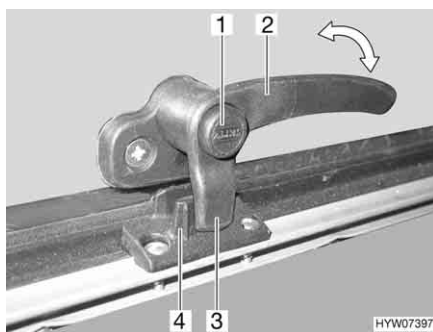
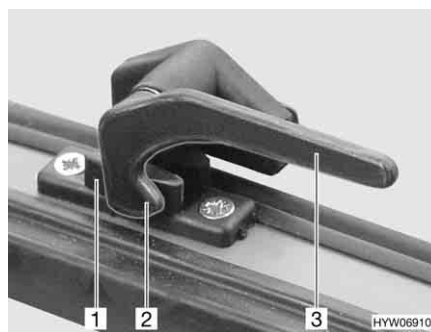

Fig. 101 Leva di serraggio con bottone di sicurezza in posizione "Chiuso"
Fig. 102 Leva di serraggio in posizione "Chiuso"
- Se presente, premere e tenere premuto il bottone di sicurezza (Fig. 101,1).
- Ruotare la leva di serraggio (Fig. 101,2 o Fig. 102,3) di un quarto di giro verso il centro della finestra.
- Ruotare la leva di serraggio (Fig. 101,2 o Fig. 102,3) di un quarto di giro verso il telaio della finestra. Il nasello di chiusura (Fig. 101,3 o Fig. 102,2) della leva di serraggio si trova completamente sul lato interno della chiusura della finestra (Fig. 101,4 o Fig. 102,1).
- In posizione "Completamente chiusa" (Fig. 101 e Fig. 102)